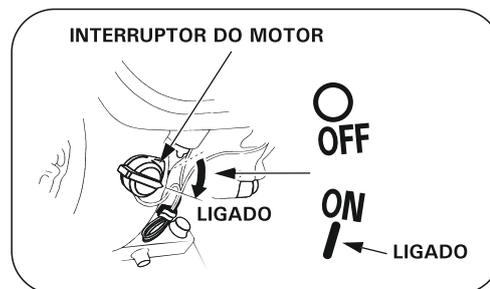

FIG. 04
4. Gire a chave do motor para a posição LIGADO. (Fig.04)